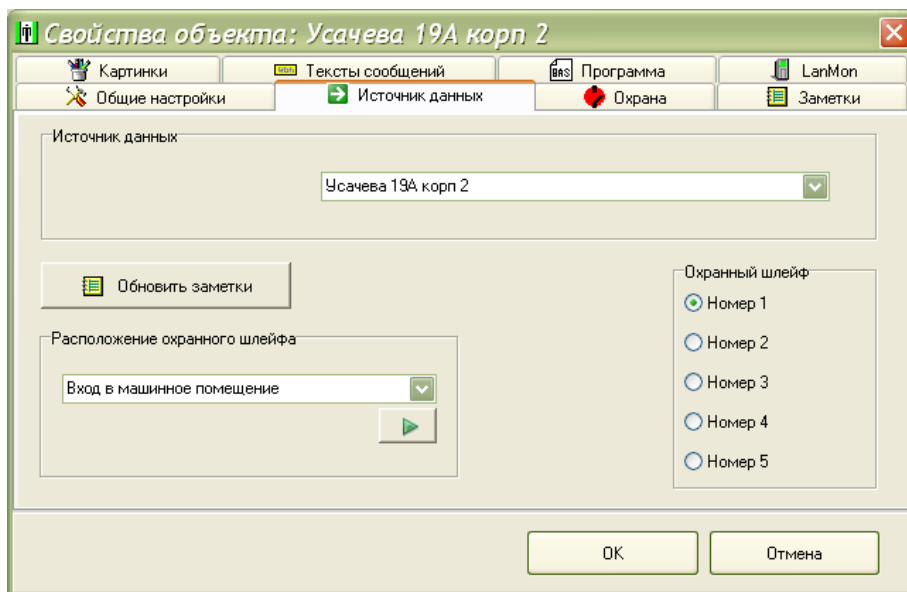

Рисунок 35
3) На вкладке «Источник данных» выбрать из списка источник данных, т.е. блок БДК-Л-3М2, БДК-Л-4М2, БДК-Л-3М2-УКЛ, БДК-Л-4М2-УКЛ, к которому подключен этот охранный датчик, указать номер охранного шлейфа блока и задать звуковой файл места установки датчика, например, машинное помещение, в зависимости от того, где установлен датчик (рисунок 35).